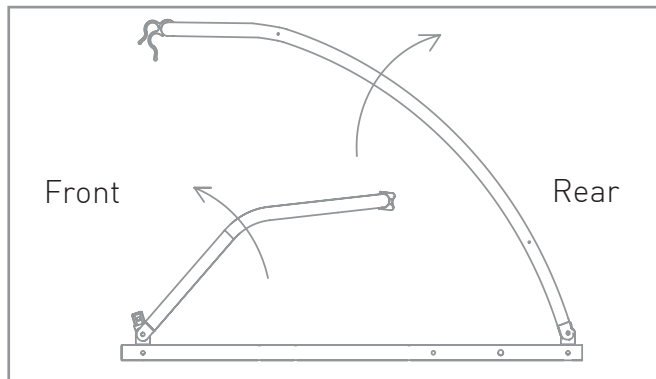

Figure 1
1. Raise front frame tube and rear frame tube from inside the trailer until they sit together on the plastic saddles (Figure 1).
1. Soulevez les tubes du cadre avant et du cadre arrière depuis l'intérieur de la remorque jusqu'à ce qu'ils se positionnent correctement sur les supports en plastique (Figure 1).
1. Das Vorderrahmen- und das hintere Rahmenrohr so weit aus dem Anhänger herausheben bis diese zusammen auf den Kunststoff-Auflagern liegen (Abb. 1).